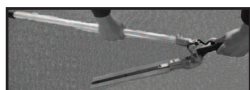

рис.14
7.8 Работа насадкой - кусторез (рис.14).
7.8.1 Для удобства транспортировки насадка - кусторез находится в сложенном состоянии рис.14(а). Для работы необходимо насадку привести в рабочее состояние рис.14(г). Для этого нажмите двумя пальцами одновременно на защёлку 1 и фиксатор 2 рис.14(б), затем поверните насадку на 180° против часовой стрелки, отпустите пальцы. Проверьте, чтобы защёлка 1 встала в нужный паз.